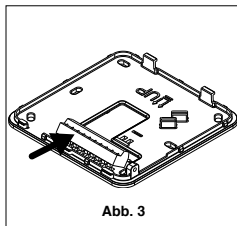

Abb. 3
- Entfernen Sie die Steuerungsstecker, in dem Sie, wie in Abb. 3 dargestellt, Druck ausüben. Bereiten Sie die elektrischen Verbindungen zwischen diesem und den elektrischen Steuerkästen des Ventilatorkonvektors bei entfernten Steuerungssteckern vor, so wie im Schaltplan in Abb. 10 dargestellt.